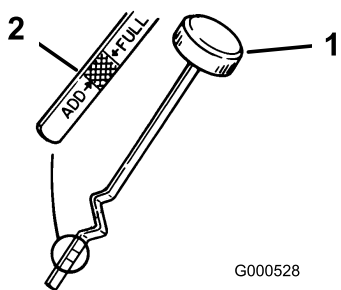

Figura 35
3. Svitare l'asta di livello dell'olio e tergete l'estremità (Figura 35).